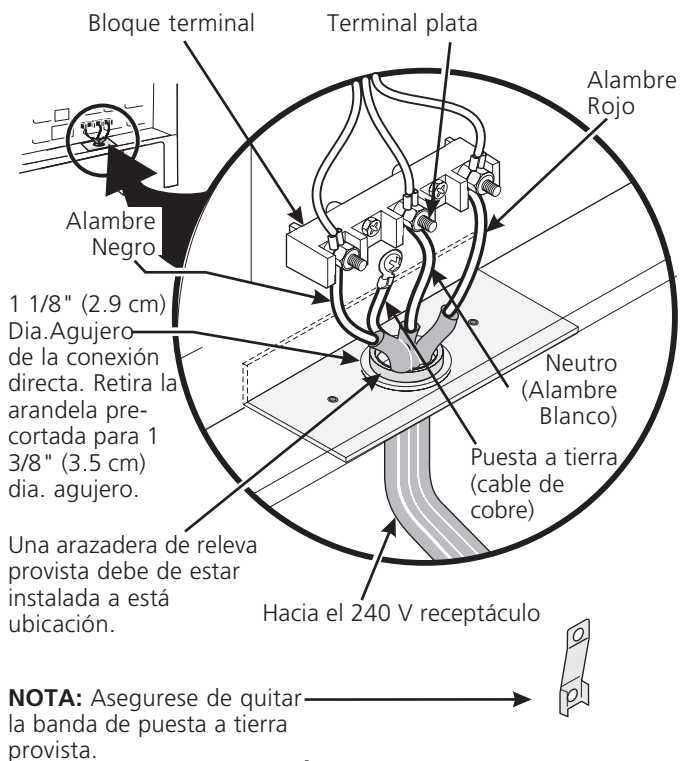

Figura 5
Para las casas sobre ruedas, las nuevas instalaciones, en los vehículos de recreación o en las áreas donde los códigos locales no permiten la conexión del conductor a tierra al neutro, un ensamblaje de suministro eléctrico de 4 conductores para estufas, clasificado a 125/250 voltios mínimo, 40 amperios mínimo, debe de ser utilizado (ver la figura 5).
4. Conecte el alambre de tierra (verde) del cable de bronce del suministro eléctrico al armazón del electrodoméstico con el tornillo de la base, usando el hoyo del armazón por donde retiró la correa de la base (vea figura 5).
6. Repone las 3 tuercas desajustadas en el bloque terminal (vea figura 5).
Si el aparato está conectado directamente al cortacircuito, a la caja de fusibles o a la caja de empalmes, use un cable blindado flexible o no metálico recubierto de cobre (con alambre a tierra). Provee una abrazadera relevo de anclaje homólogo UL a cada extremidad del cable. A la extremidad del electrodoméstico, el cable pase a través del agujero de la conexión directa (ver figura 5) en el cordón de la placa de montaje. El tamaño de los alambres (**alambre de cobre solamente**) y las conexiones deben estar conforme al régimen del electrodoméstico.